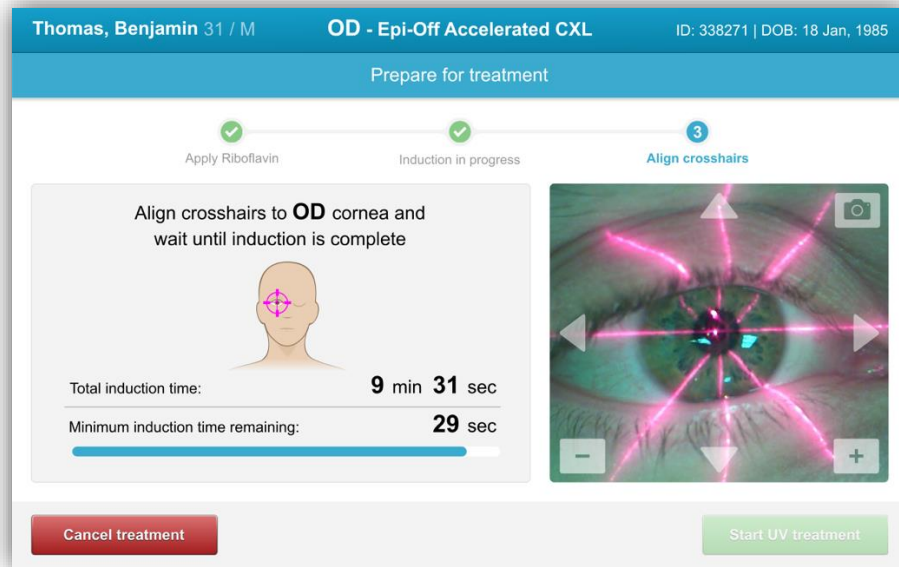

Figura 3-23. Allineamento del reticolo durante l'induzione
- I laser rossi di allineamento si accenderanno 30 secondi prima della fine del periodo di induzione, come mostrato nella Figura 3-23.